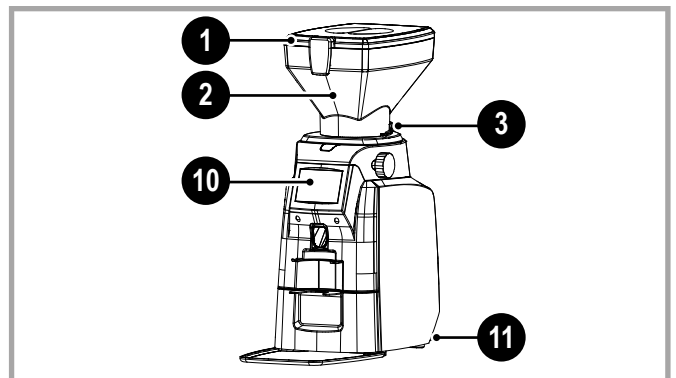

Fig. 6.1 - Mise en marche journalière
Pour la mise en marche journalière, voir Fig. 6.1.
- Allumer l'appareil en mettant l'interrupteur (11 - Fig. 6.1) sur la position « 1 ».
- Lorsque le moulin-doseur est mis en marche, l'icône de la marque apparaît sur l'écran (10 - Fig. 6.1), puis la page-écran principale s'affiche.
- À la fin de l'activité journalière, éteindre l'appareil en plaçant l'interrupteur général (11 - Fig. 6.1) sur la position « 0 ».
- Vérifier que la trémie (2 - Fig. 6.1) est parfaitement positionnée sur le moulin-doseur.
- Soulever le couvercle (1 - Fig. 6.1), puis remplir la trémie de café en grains.
- Vérifier que la vanne (3 - Fig. 6.1) est complètement ouverte en la tirant vers l'extérieur.
L'indice granulométrique est également accessible en appuyant sur la barre spécifique (voir 5 - Fig. 6.1).